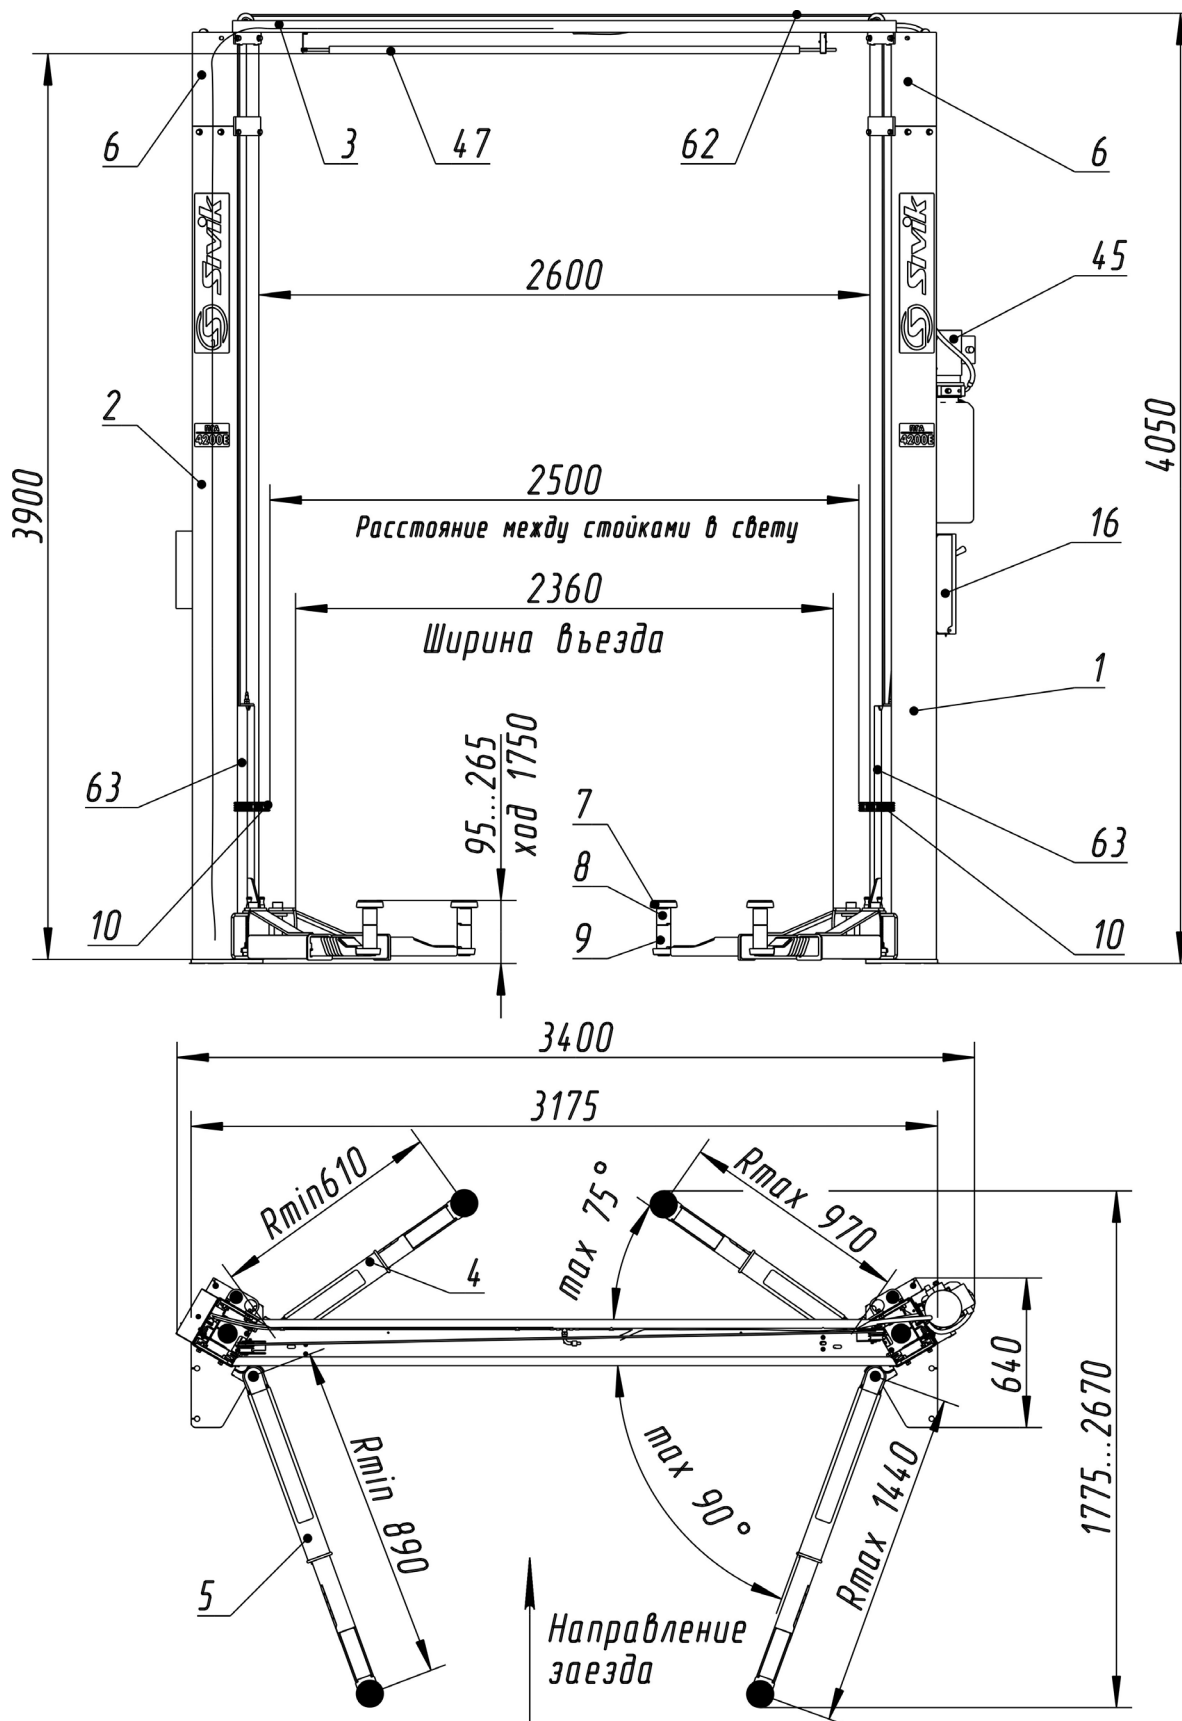
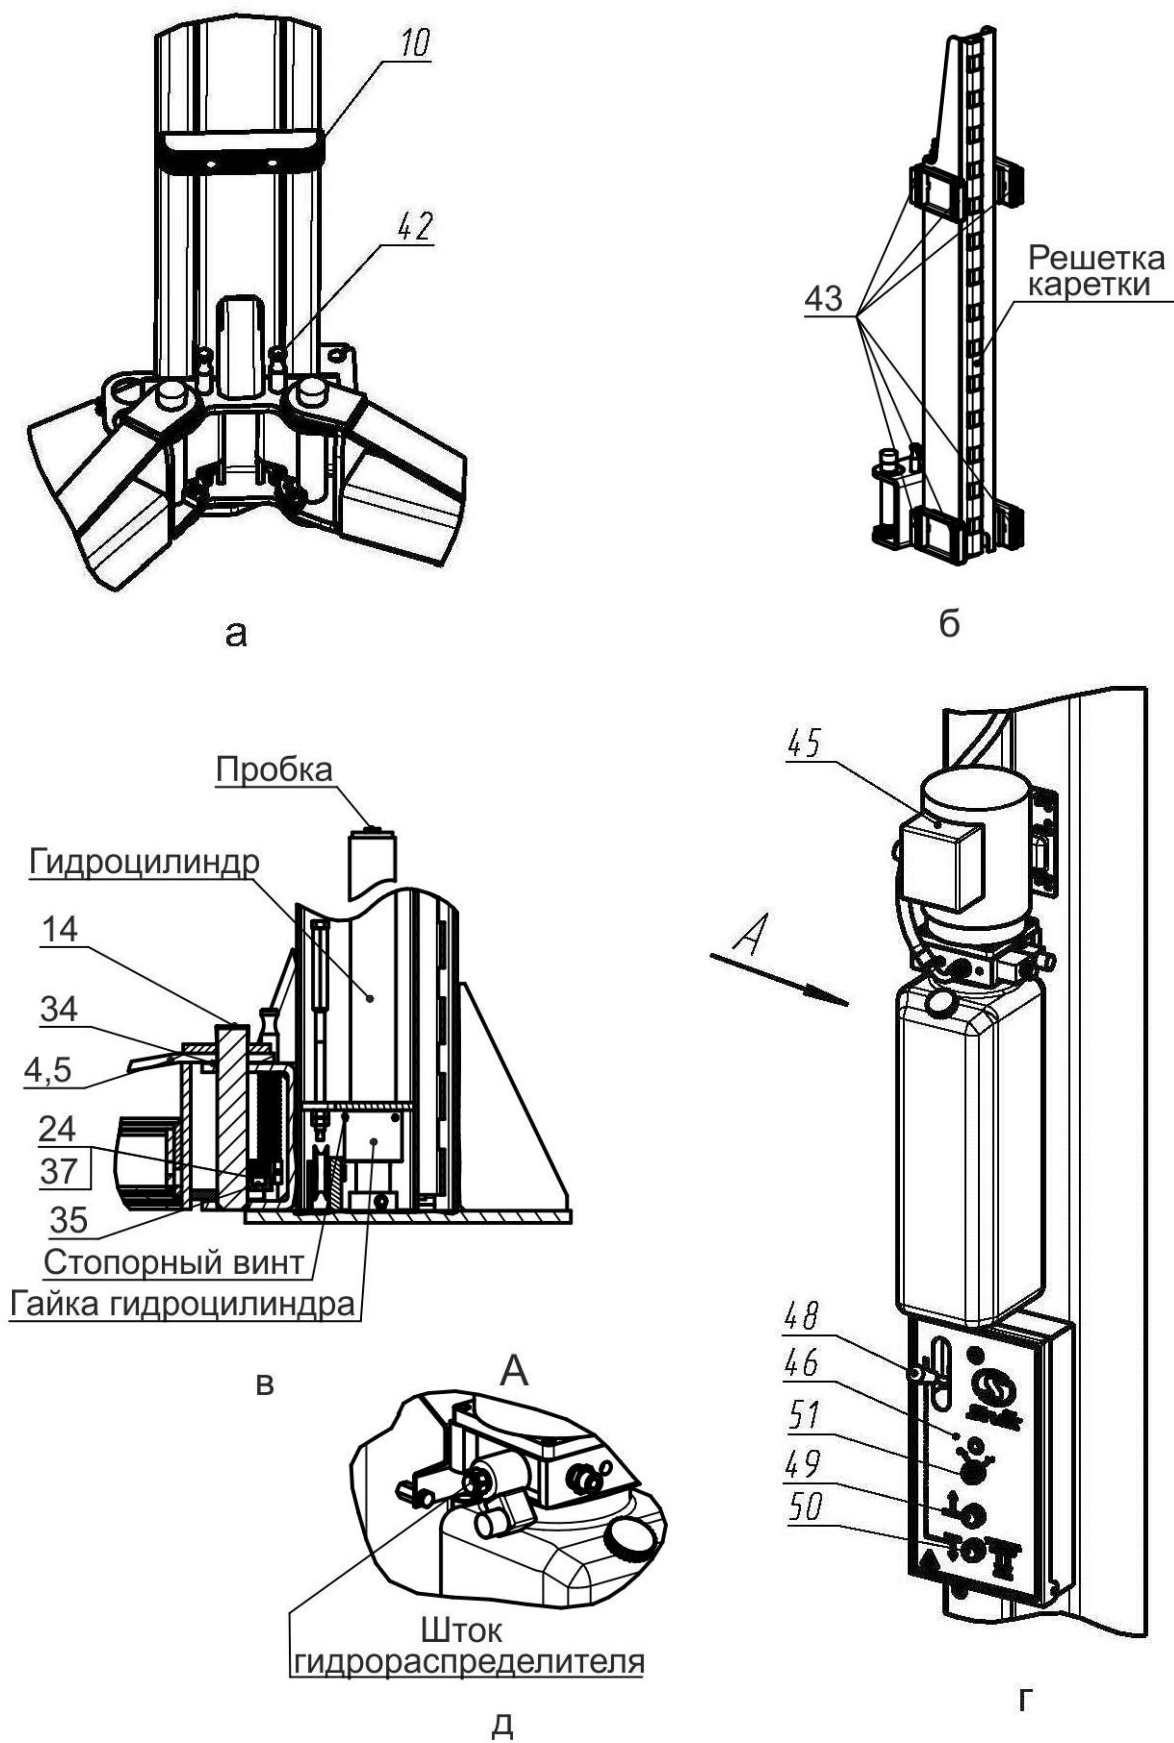
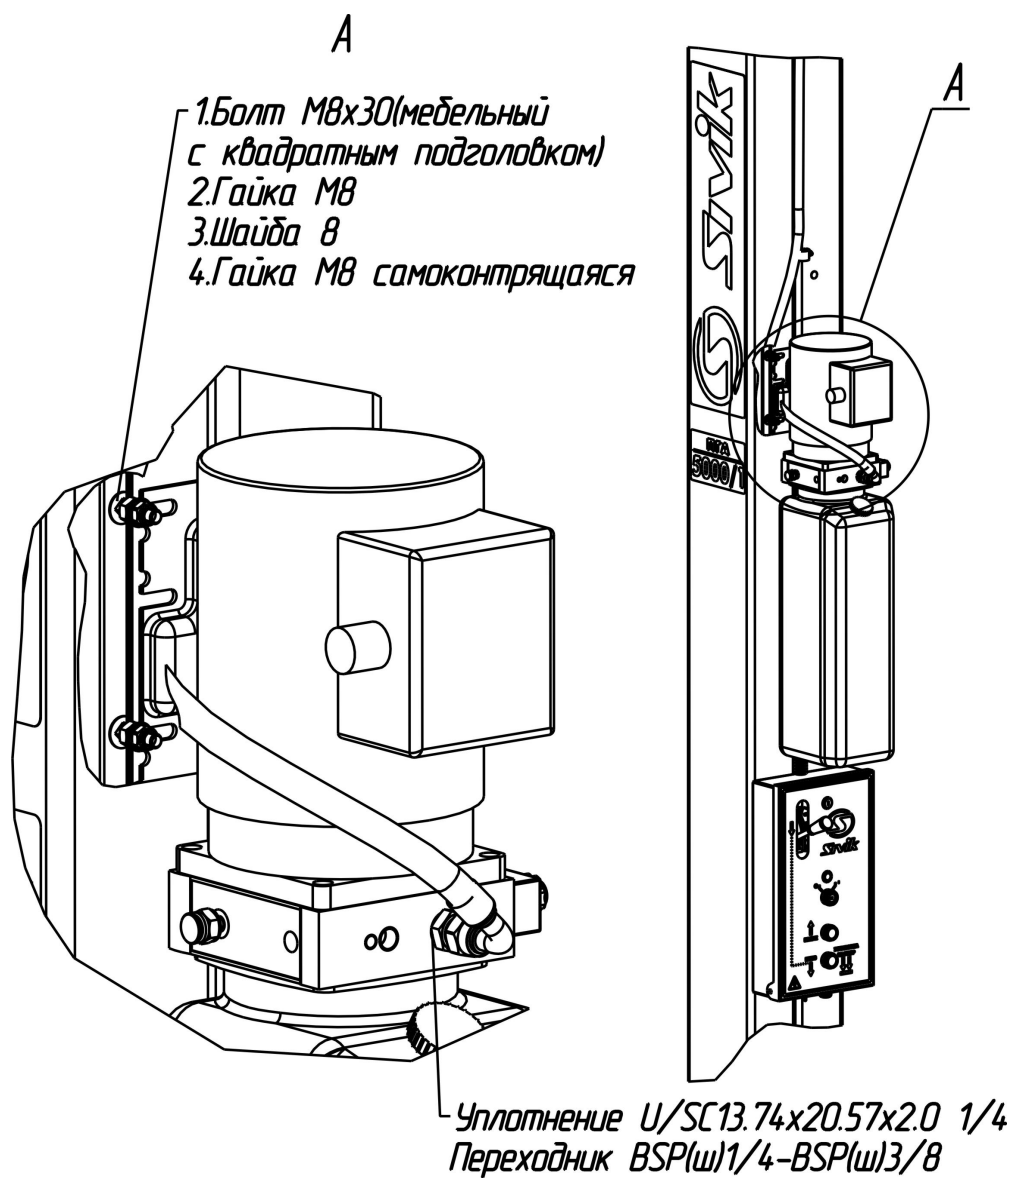

Рисунок 3.1 - Общий вид подъемника
Рисунок 4.1 – Виды подъемника
Рисунок 6.4 – Соединение рукава высокого давления и монтаж гидростанции
Подъемник (рисунок 3.1) состоит из двух стоек коробчатого сечения -правой 1 и левой 2, соединенных между собой перекладиной 3. В стойках размещены каретки 63 с закрепленными на них поворотными телескопическими подхватами 4 и 5 разной длины. На концах подхватов 4, 5 установлены опоры 7, подставки опоры 8, 9. Подхваты фиксируются стопорными устройствами 42 (рисунок 4.1 а), автоматически срабатывающими при подъеме автомобиля. При опускании кареток 63 в крайнее нижнее положение происходит автоматическое расстопорение подхватов 4 и 5. Каретки 63 приводятся в движение гидравлическими цилиндрами, установленными внутри стоек. Подъемник снабжен системой 62 тросовой синхронизации движения кареток 63.
Каждая каретка 63 (рисунок 4.1 б) снабжена полиамидными ползунами 43, скользящими по беговым дорожкам стоек 1 и 2. Каретки фиксируются на требуемой высоте стопорами-защелками 44 (рисунок 6.4), закрепленными на стойках 1,2 и входящими в зацепление с решетками на каретках 63.
На правой стойке (рисунок 4.1 г) размещена насосная станция 45 с пультом управления 46. Внутри насосной станции 45 находится клапан предохранительный, предотвращающий перегрузку в гидросистеме. Клапан предохранительный настроен на заданное давление и опломбирован.
- касании автомобилем ограничительной дуги 47 перекладины 3 (рисунок 3.1);
Для предотвращения повреждения дверей автомобиля (при открывании) на каретки 63 установлены накладки 10, фиксируемые винтами М8х30, шайбами 8Г и шайбами 8 (рисунок 3.1 и рисунок 4.1 а).
Управление подъемником осуществляется рычагом 48 (рисунок 4.1 г) и двумя кнопками 49 и 50, установленными в пульте управления 46. Рычагом 48 осуществляется расстопорение кареток 63, а кнопками 49 и 50, подъем (кнопка 49) и опускание (кнопка 50) кареток 63.
ВНИМАНИЕ! Перед сборкой проверить затяжку гаек гидроцилиндров и стопорных винтов (рисунок 4.1 в).
Тройник должен располагаться горизонтально так, чтобы Р.В.Д. не касались тросов системы синхронизации. Рукава высокого давления зафиксировать на перекладине хомутами. Гидростанцию закрепить на правой стойке над пультом управления с помощью 4-х болтов М8 (мебельные с квадратным подголовком), гаек М8, шайб 8 и гаек М8 самоконтрящихся (рисунок 6.4).
Для того чтобы проверить срабатывание упругой тяги 55, необходимо одному человеку прижать рукой защелку 44 к стойке 2, а другому повернуть рычаг 48 (рисунок 4.1 г) на себя. Упругая тяга 55 должна вытянуться на полный ход штока.
При повороте рычага 48 (рисунок 4.1 г) защелки на левой и правой стойки должны срабатывать одновременно. При отпуске рычага 48, защелки на левой и правой стойке должны вернуться в исходное положение. Регулировка проводится выборкой слабины тросика 52 и обжатием петли от вытягивания зажимом 13.
6.9 Открутить пробку бака насосной станции 45 и залить масло (около 12 л) до верхней метки «MAX» (рисунок 4.1 г). Уровень масла контролировать визуально. Установить пробку бака на место.
- кратковременным нажатием на кнопку 49 (двигатель должен работать, вращение крыльчатки по стрелке на кожухе эл. двигателя, а из бака должно убывать масло, рисунок 4.1 г).
- отвернуть пробки у каждого гидроцилиндра на один оборот (рисунок 4.1 в)